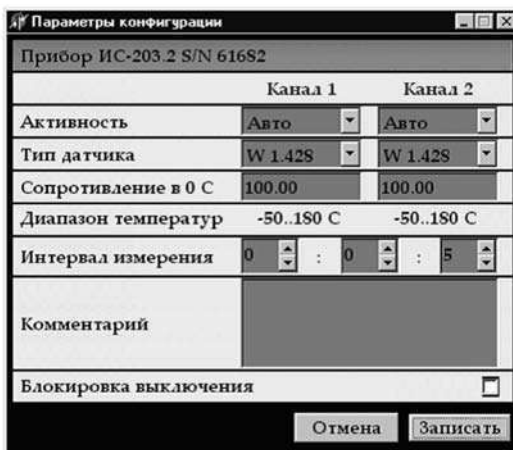

Рис.7
5.1 Нажать на кнопку "Параметры". Программа произведет чтение настроек прибора и отобразит окно, показанное на рис. 7.